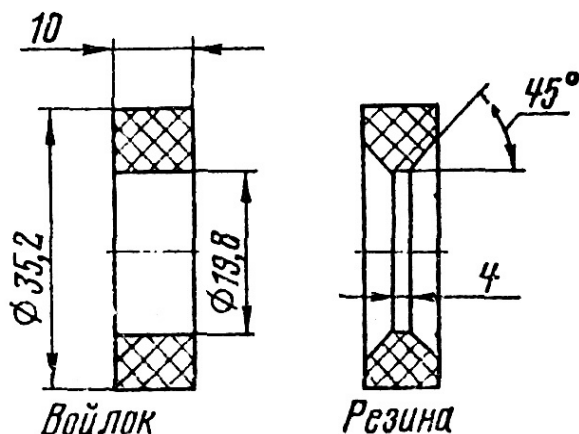

Рис. 39. Самодельный сальник кикстартера
12. Течь масла через сальник кикстартера является следствием износа или повреждения сальника. Устраняется подтяжкой пружины сальника на 2 — 3 мм (тупой конец пружины можно укоротить на эту величину, отрезав его ножницами) или заменой сальника. В качестве временной меры можно рекомендовать установку самодельного резинового или войлочного сальника (рис. 39), при этом пространство под защитным колпачком следует заполнить тугоплавкой смазкой типа литол. Если же масло протекает между валом переключения передач и валом кикстартера, то обе поверхности следует обильно смазать литолом.